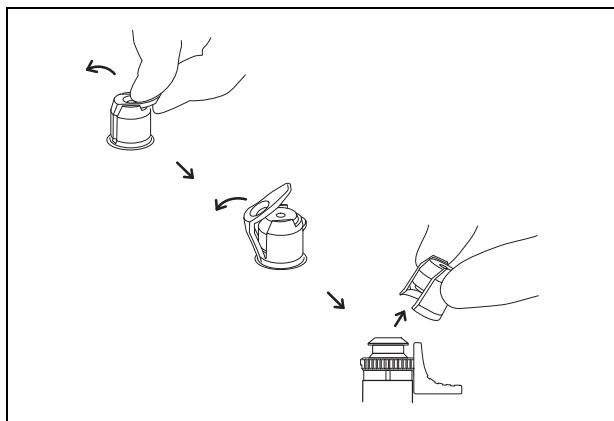

Figura 3.7
2. Retire a válvula de biópsia da válvula de aspiração. Caso seja uma válvula de biópsia descartável, ela deve ser descartada após a remoção (consultar Figura 3.7).